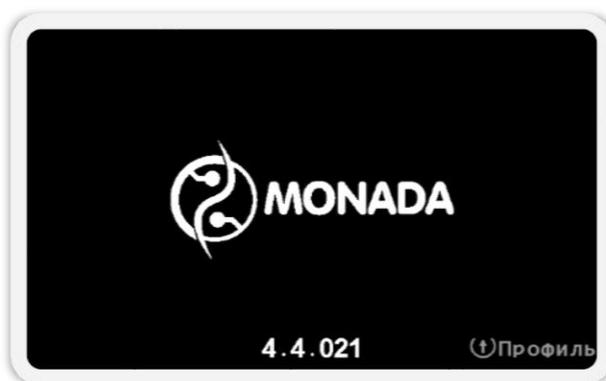
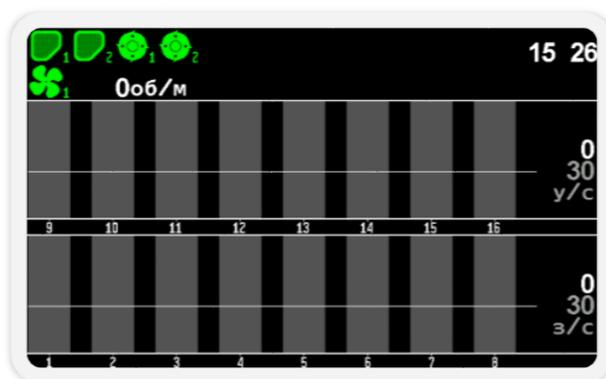

Рисунок 41 Экран загрузки
Рисунок 42 Главный экран
2. Включите панель оператора. Убедитесь, что индикатор питания светится зеленым цветом (см. Рисунок 1, п.6), а на дисплее панели оператора появился экран загрузки с логотипом¹² (см. Рисунок 41). Через некоторое время на дисплее появится «Главный экран»¹³ (см. Рисунок 42).